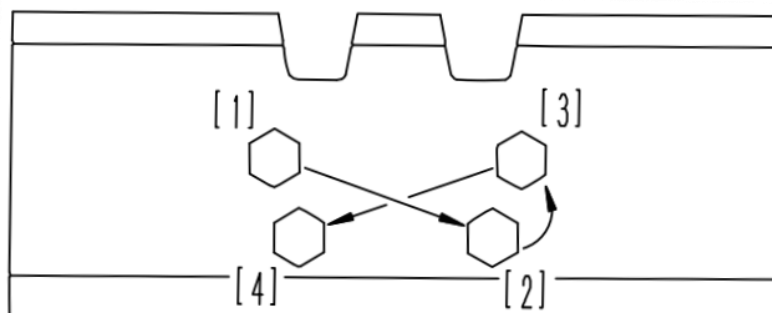

Рисунок 5.84. Схема затяжки крепежных болтов башмака гусеницы
- Затяжку болтов производить согласно схеме, представленной на рис. 5.84 в два этапа: